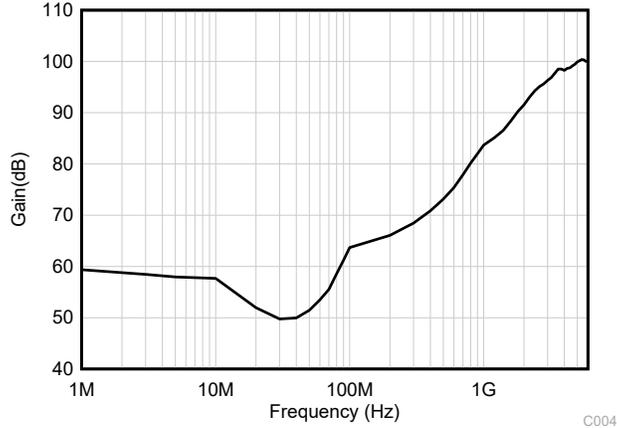

图 6-3. EMIRR 测试
TLV935x-Q1 使用集成电磁干扰 (EMI) 滤波来减少无线通信以及混合使用模拟信号链和数字元件的高密度电路板等干扰源产生的 EMI 影响。通过电路设计技术可改进 EMI 抗扰度；TLV935x-Q1 受益于这些设计改进措施。德州仪器 (TI) 已经开发出在 10MHz 至 6GHz 扩展宽频谱范围内准确测量和量化运算放大器抗扰度的功能。图 6-3 展示了对 TLV935x-Q1 执行该测试的结果。表 6-1 提供了 TLV935x-Q1 在实际应用中通常会遇到的特定频率下的 EMIRR IN+ 值。表 6-1 列出了可在下图所示的特定频率或其近似频率下运行的应用。运算放大器的 EMI 抑制比应用报告包含了与运算放大器相关的 EMIRR 性能主题，该报告可在 www.ti.com 上下载。